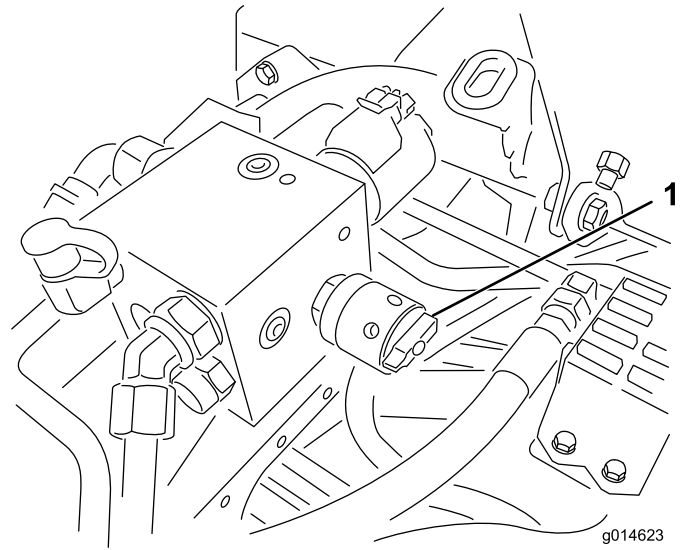

図 54
4. リールの速度を設定するには、リール速度コントロールのノブ 図 54を回して、ノブの矢印を、ステップ3で決めた数値に合わせる。